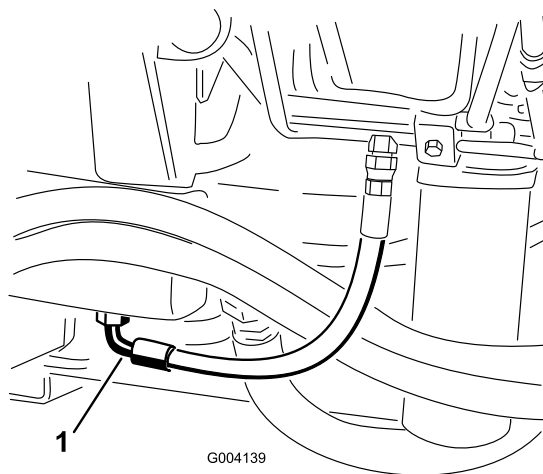

Figure 78
2. Placez un grand bac de vidange sous le raccord monté au bas du réservoir de liquide hydraulique (Figure 78).